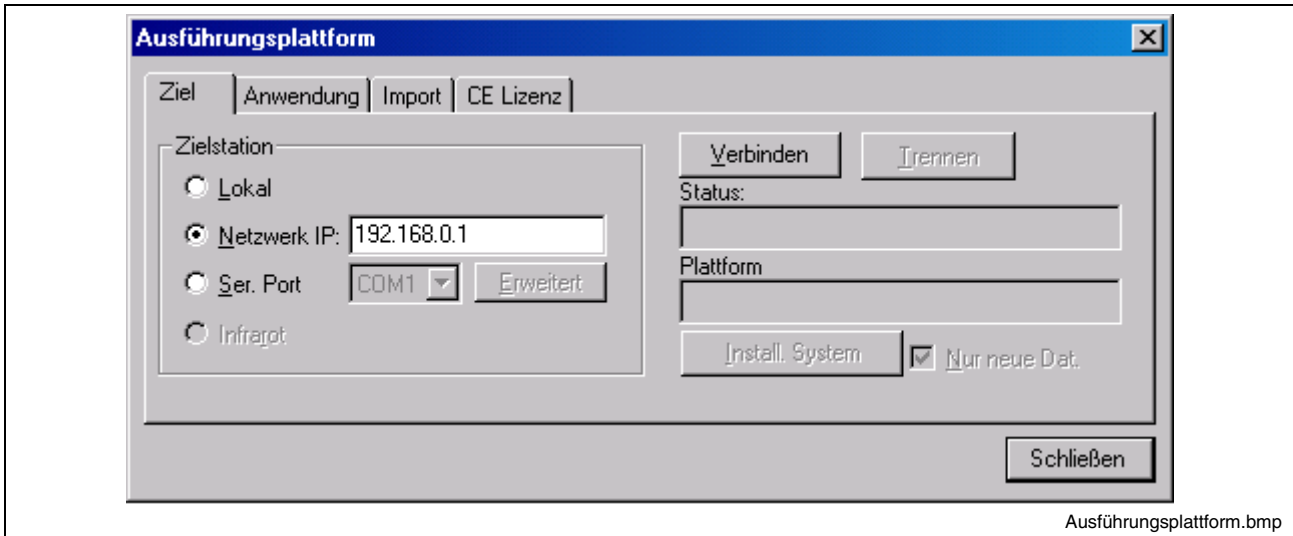

Abb. 3-2: Fenster der Ausführungsplattform
11. Erscheint das Fenster **Ausführungsplattform** (siehe Abb. 3-2), wählen Sie die Verbindungsart (**Netzwerk IP** oder **Serieller Port**), wählen Sie die entsprechenden Parameter oder geben Sie die TCP/IP-Adresse Ihres CE-Gerätes ein.